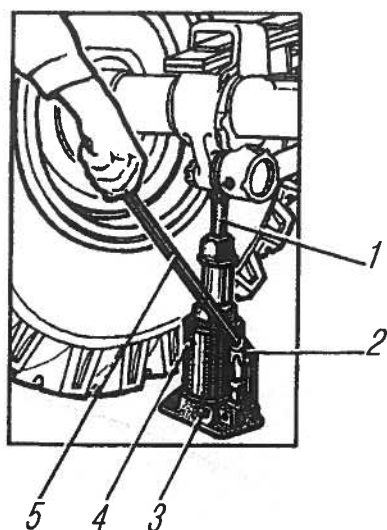

Рис. 134. Пользование домкратом:
- установить домкрат в нужное положение, вывернуть винт 1 (рис. 134) на требуемую величину, при слабом грунте для увеличения площади опоры предварительно положить под основание домкрата прочную доску или другой плоский предмет;